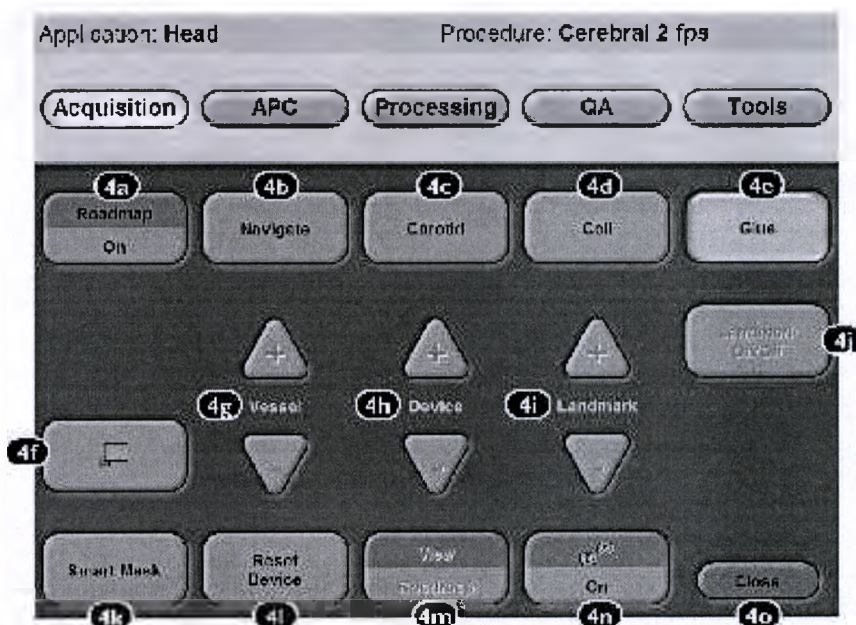

Рисунок 4.7 Панель управления функцией Roadmap (пример)
- необязательный «этап сосудов» (оранжевая часть рис. 4.7 и 4.8 ниже), на котором получают изображение схемы сосудистого дерева, и
- «этап устройства» (зеленая часть рис. 4.7 и 4.8 ниже), на котором схема сосудов накладывается на (не)субтракционные рентгеноскопические изображения, получаемые в режиме реального времени.
Дерево сосудов по-прежнему отображается в режиме ПСИ (оранжевая часть рис. 4.7).
Рентгеноскопические изображения, получаемые в режим реального времени, будут накладываться на масочное изображение сосудов (зеленая часть рис. 4.7).